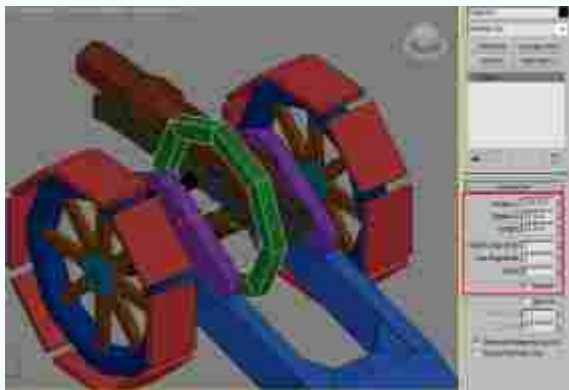
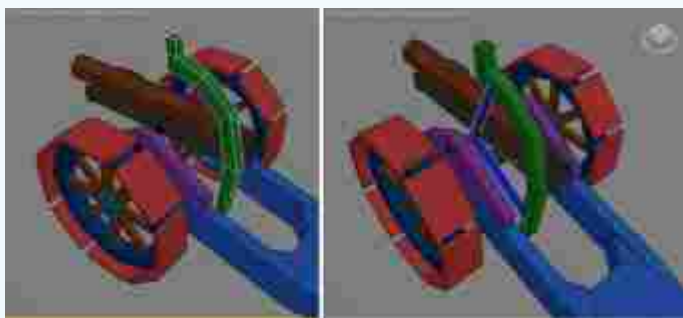

图2-39 传送带基础模型创建
图2-40 传送带组合模型结构制作
(20) 制作操纵杆。操纵杆由两部分构成，一是控制方向的轮盘转体；一是装载子弹的传送带，在整体结构造型变化上属于战车最重要的结构部分。首先制作传送带基础模型的结构变化，在透视图单击  (创建) 面板下的  (管状体) 按钮，创建一个“管状体”。然后单击鼠标右键，从弹出的快捷菜单中选择“转换为”|“转换为可编辑多边形”命令，接着选中面并将其删除，调整模型结构，在中间轴的连接部位创建连接杆，如图2-39和图2-40所示。